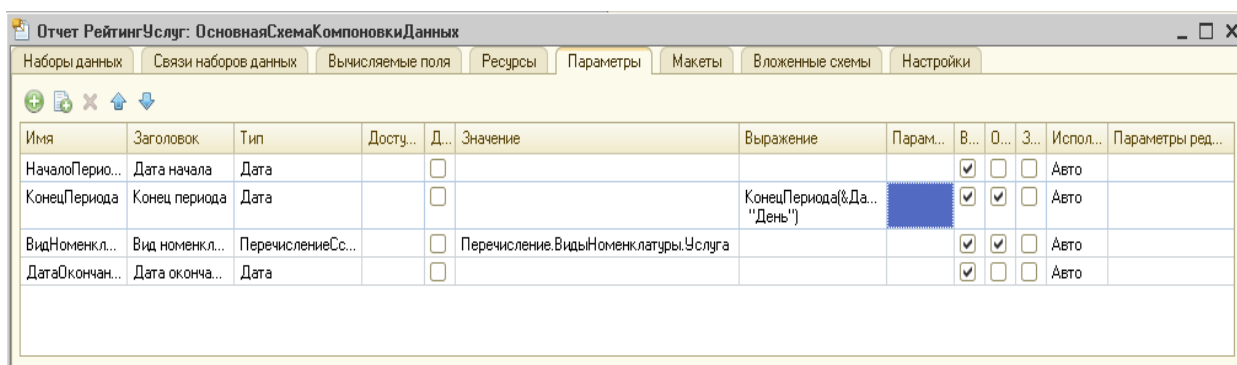

Рис. 45. Закладка «Параметры»
11. Закладка Параметры (рис. 45):